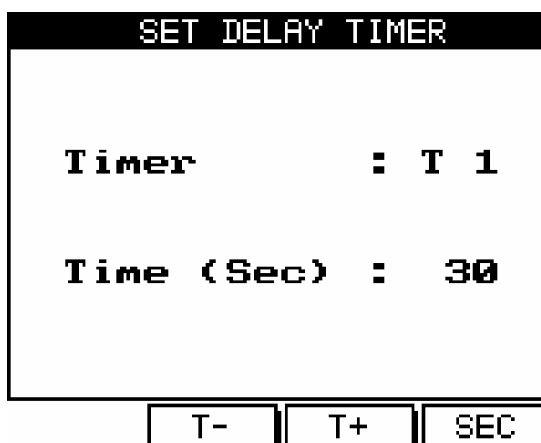

Рис. 6.3
2. Нажмите «Enter». На дисплее отобразится меню установки таймеров (рис. 6.3):